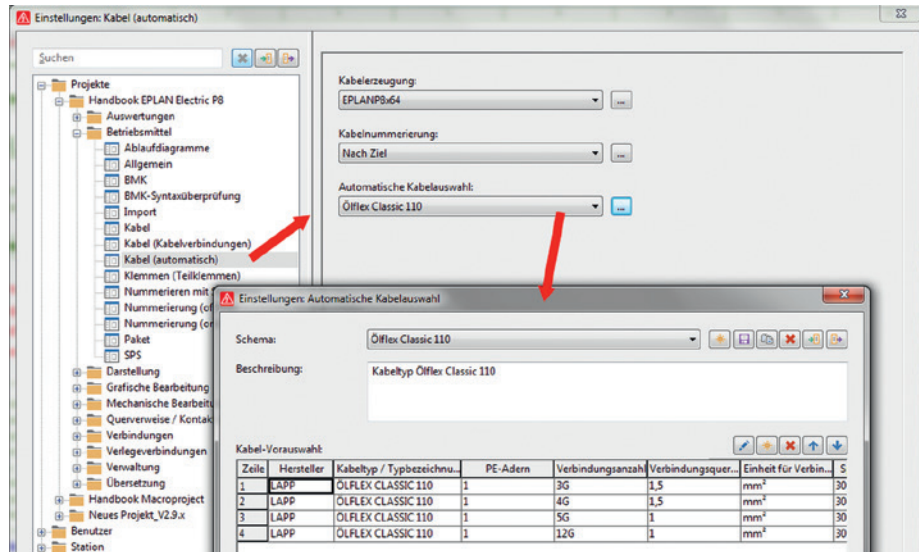

Bild 2.12 Automatische Kabelauswahl – Knoten Kabel (automatisch)
- **Kabel (automatisch)** enthält die Einstellungen für die automatische Kabelerzeugung und -auswahl sowie die Kabelnummerierung (Bild 2.12). Alle Einstellungen werden